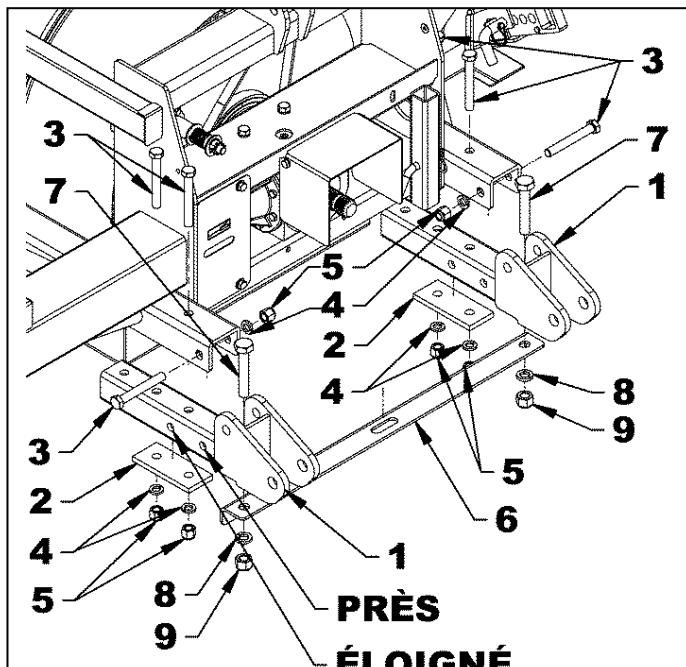

Figure 3
1. Figure 3: Installer les attaches inférieures (item 1) sur la souffleuse en plaçant une plaque de renforcement (item 2) sous chaque attache et fixer avec six boulons 3/4"NC x 5 1/2", rondelles de blocage 3/4" et écrous (items 3-4-5).
2. Figure 3: Installer le renfort (item 6) sous les attaches inférieures (items 1) avec deux boulons 7/8"NC x 5" (item 7), rondelles de blocage et écrous à bague de nylon (items 8-9).
3. Figure 4: Fixer les deux attelages (items 1-2) aux attaches inférieures (figure 3, items 1) tel qu'illustré. Fixer avec deux boulons 7/8"NC x 3" et écrous à bout évasé (items 3-4).